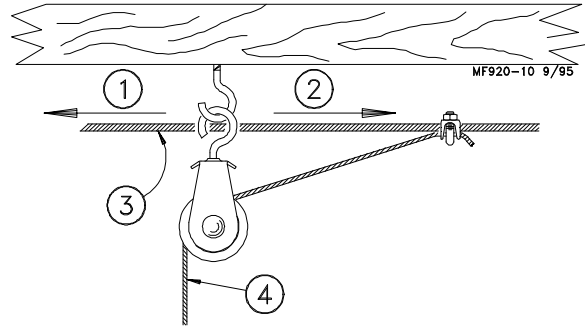

Figura 10. Instalación del gancho de tornillo (vista lateral)
Se pueden usar ganchos de tornillo o ganchos de cielo raso para suspender la línea de alimentación. Consultar las instrucciones respectivas, más abajo. En la Figura 10 se muestra la instalación del gancho de tornillo. En las Figuras 11 a la 16 se muestra la instalación de los ganchos de cielo raso.
Atornillar el gancho en la viga todo el largo de la rosca para impedir que se doble. Las aberturas de los ganchos de tornillo deben apuntar en sentido contrario al sentido de avance cuando el malacate eleva la línea de alimentación. Ver la Figura 10.
2. Pasar el extremo del cable de 3/32 pulg ó 1/8 pulg a través de la polea hacia el malacate. Fijar con una abrazadera de 3/16 pulg este extremo del cable de 3/16 pulg del malacate aproximadamente a 150 mm (6 pulg) de la polea. Ver la Figura 10.